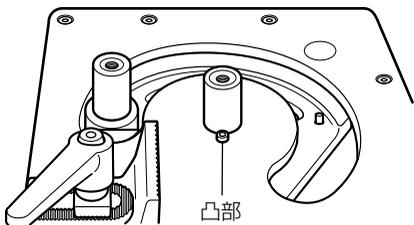

図 7
- (1) カラー、ローラーの取付け部を清掃します。
- (2) カラーの切欠部を凸部に合わせ取付けます。(図 7)